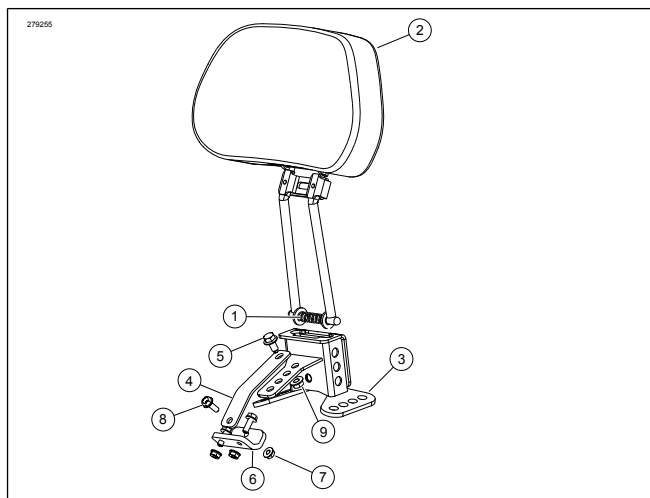

Figura 3. Peças de reposição: Encosto do motociclista
Consulte Figura 3 e Tabela 1.
4. Consulte Figura 3 e Tabela 1. Remova a tampa plástica de proteção e a porca de travamento do parafuso. *Deixe a arruela de plástico pequena no lugar ou a chapa com pinos cairá.* Com a lingueta do suporte de montagem do encosto voltada para a frente, fixe o suporte de montagem do encosto (3) na chapa com pinos com as porcas de travamento originais de fábrica da chapa com pinos.